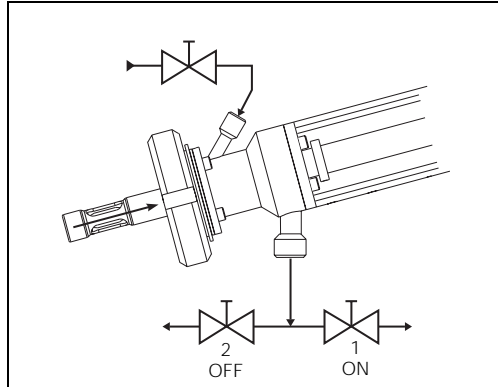

Fig. 4.1 Position de la vanne lors de la rétraction de la sonde
1. Mettre la sonde en position "maintenance". Les vannes 1, 2 et 3 doivent être fermées (voir fig. 4.1).